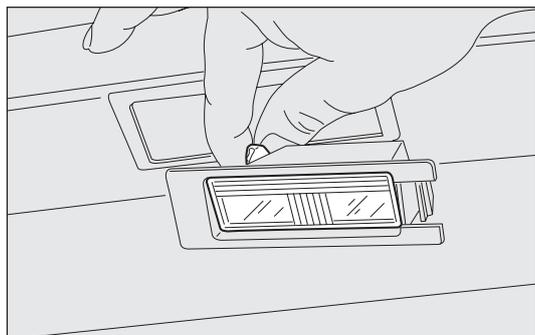

fig. 174
- sostituire la lampada fig. 174 svincolandola dai contatti laterali accertandosi che la nuova lampada risulti correttamente bloccata tra i contatti stessi;